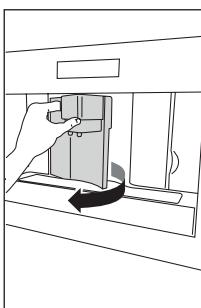
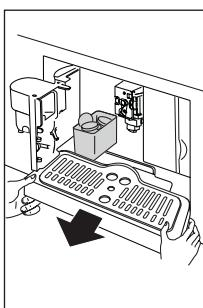

Рис. 23
Рис. 24
- Откройте сервисную дверцу в передней части прибора (Рис. 23), извлеките поддон (Рис. 24) и очистите его.